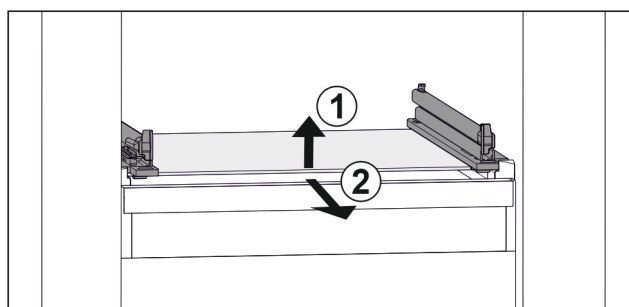

Fig. 111 Beispielhafte Darstellung der Glasplatte
- Glasplatte vorne anheben. Fig. 111 (1)
- Glasplatte nach vorne entnehmen. Fig. 111 (2)